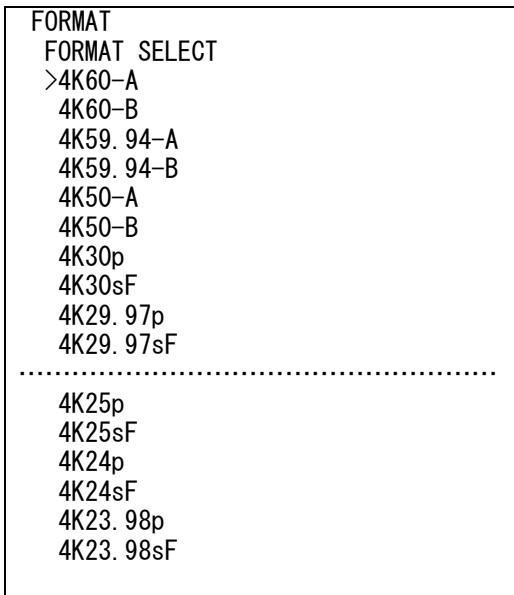

図4-99 オンスクリーンメニュー(FORMAT SELECT例)
- 1) FORMAT メニューで「FORMAT SELECT[FSEL]」を選択し、**ENTER** ボタンを押すと図 4-99 のような設定メニューが表示されます。